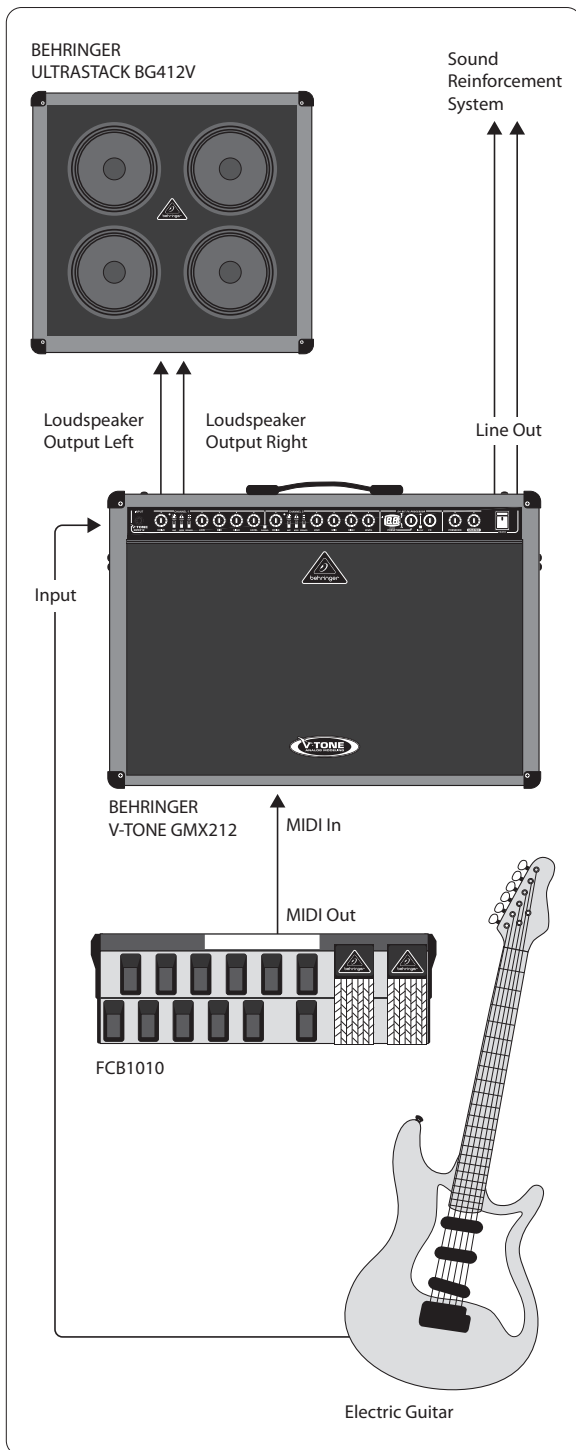

Abb. 3.3: Setup mit MIDI Foot Controller und Lautsprecherbox
- Verbinde die MIDI IN-Buchse Deines V-TONE mit der MIDI OUT-Buchse eines MIDI-Foot Controllers (siehe Abb. 3.3).